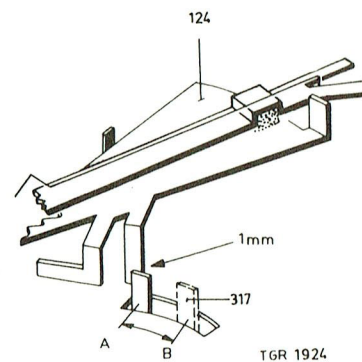

Fig. 10
- Régler en rapprochant ou en écartant les languettes, voir fig. 10.